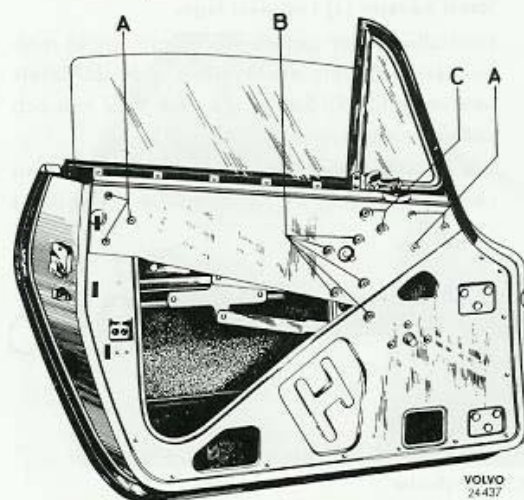

Bild 29. Dörr med löstagbar dörrplåt, tid. utf.
Tid. utf.: (dörrar med löstagbar dörrplåt, se bild 29)
3. Lossa de två skruvarna (C, bild 29) till plåten på dörrrens framkant och tag bort plåten.